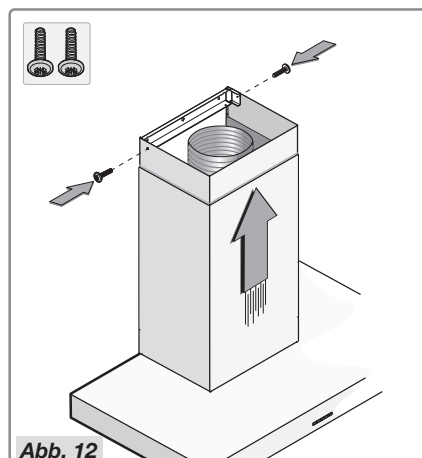

Abb. 12
- Bringen Sie den oberen auf dem unteren Schacht an und installieren Sie diesen auf dem Gehäuse der Abzugshaube. Schieben Sie den oberen Schacht gegen die Halterung und befestigen Sie sie mit den 2 Schrauben (Abbildung 12).